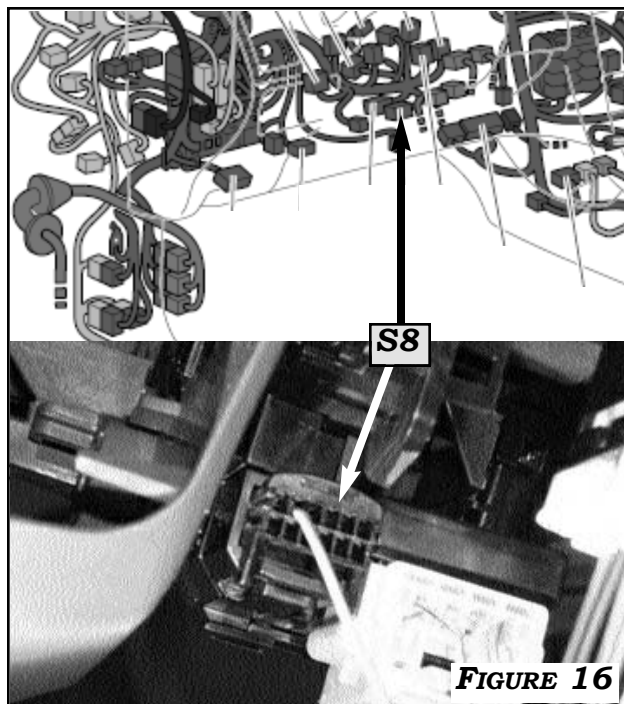
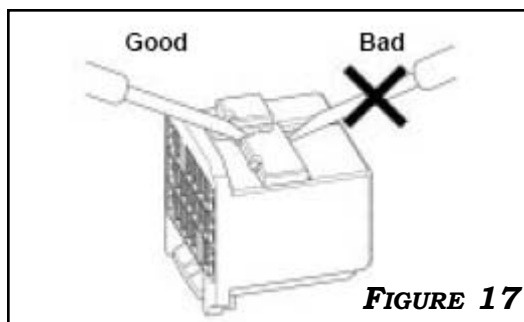

FIGURE 16
FIGURE 17
1. LOCATE BLACK CONNECTOR **S8** BEHIND STEERING WHEEL AT RIGHT SIDE OF SUB ASSEMBLY. **FIGURE 16**. REMOVE CONNECTOR. **BE SURE TO PULL OUT TERMINAL RETAINER AT THE CENTER OF CONNECTOR. FIGURE 17**. INSERT THE **CLOCK-SPRING** TERMINAL FROM THE **BROWN CRUISE ECM HARNESS** TO **PIN 1** (CRUISE CIRCUIT) OF CONNECTOR **S8** CAREFULLY LOCKING TERMINAL INTO PLACE. **FIGURES 18-19**. PULL THE TERMINAL BACK GENTLY TO CHECK WHETHER IT IS LOCKED CORRECTLY.